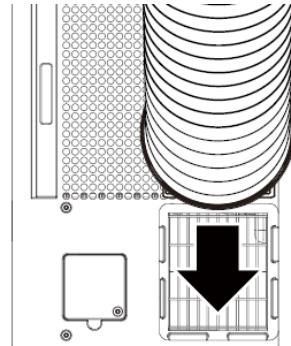

Fig. 2
- Veuillez raccorder les deux adaptateurs du tuyau d'air vicié en les vissant à chaque extrémité du tuyau puis fixez le tuyau d'air vicié à l'arrière du climatiseur mobile local (voir fig.2).